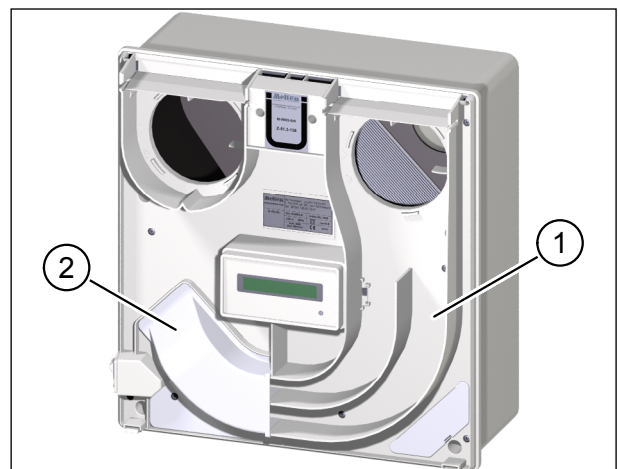

Abb. 10: Zulufthaube und Zwischenplatte am Lüftungsgerät
- ▶ Entfernen Sie auf keinen Fall die Zulufthaube (Pos. 1 in Abb. 10) oder die Zwischenplatte des Lüftungsgeräts (Pos. 2 in Abb. 10).